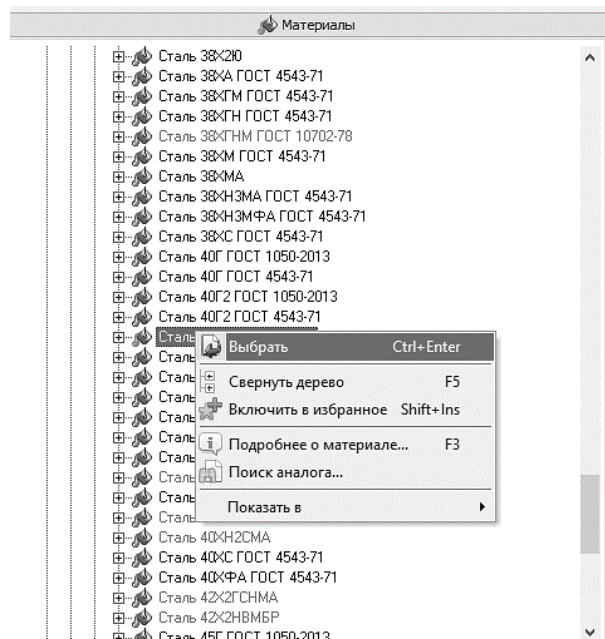

Рис. 9. Выбор материала
1.1.11 Далее найдите нужную сталь (например, Сталь 40Х ГОСТ 4543-71) и укажите ее правой кнопкой мыши и в появившемся меню выбрать «**Выбрать**»  (рис. 9).